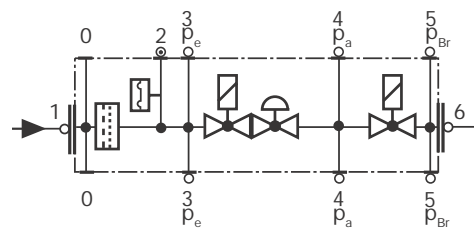

Fig. 42
- Pulire o sostituire il filtro se la differenza di pressione fra i punti 1 e 3 (Fig. 42) è  $\Delta p > 10$  mbar.
- Pulire o sostituire il filtro se la differenza di pressione fra i punti 1 e 3 (Fig. 42) risulta raddoppiata dall'ultimo controllo.